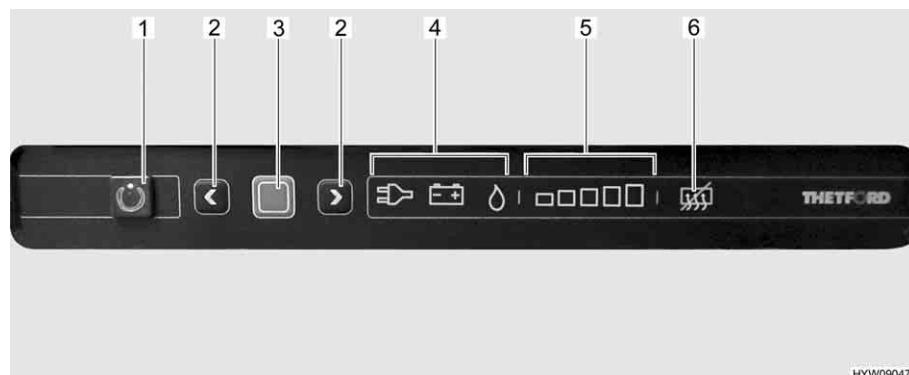

Fig. 65 Elementi di comando del frigorifero
La modalità di funzionamento attuale è indicata da un simbolo luminoso (Fig. 65,4) sulla centralina di controllo.
Dopo l'accensione il frigorifero seleziona automaticamente la regolazione del termostato selezionata per ultimo. Questa impostazione può essere modificata manualmente con i tasti freccia (Fig. 65,2). Le barre luminose dell'indicatore del livello di refrigerazione (Fig. 65,5) visualizzano la temperatura selezionata sul termostato. Con i tasti freccia viene regolata la temperatura di refrigerazione per tutti i tre tipi di energia. Ci vogliono alcune ore prima che il frigorifero raggiunga la temperatura normale di esercizio. Cambiando la modalità di funzionamento la regolazione del termostato non viene modificata. La temperatura di refrigerazione è indipendente dal tipo di energia utilizzata.
- Premere il tasto On/Off (Fig. 65,1) per 1 secondo. Il tasto (Fig. 65,1) si illumina di verde. Dopo circa 10 secondi, l'indicatore viene attenuato per risparmiare energia.
- Premere il tasto di conferma (Fig. 65,3). L'impostazione attuale della modalità di funzionamento viene visualizzata.
- Se non è impostata la modalità di funzionamento a gas: Per modificare l'impostazione, premere il tasto di conferma (Fig. 65,3) per circa 2 secondi.
- Selezionare la modalità di funzionamento a gas con i tasti freccia (Fig. 65,2). L'alimentazione del gas è ora aperta. L'accensione avviene automaticamente. È udibile un ticchettio fino a quando procedura di accensione non è stata portata a termine.
- Premere il tasto di conferma (Fig. 65,3) per circa 2 secondi.
- Premere nuovamente il tasto di conferma (Fig. 65,3). Il livello di refrigerazione attuale viene indicato dalle barre luminose (Fig. 65,5).
- Per modificare l'impostazione, premere i tasti freccia (Fig. 65,2) fino a visualizzare l'impostazione desiderata.
- Premere il tasto On/Off (Fig. 65,1) per circa 2 secondi. Tutte le spie si spengono. Il frigorifero è spento.
- Se non è impostata la modalità di funzionamento 230 V: Per modificare l'impostazione, premere il tasto di conferma (Fig. 65,3) per circa 2 secondi.
- Selezionare la modalità di funzionamento 230 V con i tasti freccia (Fig. 65,2).
- Se non è impostata la modalità di funzionamento 12 V: Per modificare l'impostazione, premere il tasto di conferma (Fig. 65,3) per circa 2 secondi.
- Selezionare la modalità di funzionamento 12 V con i tasti freccia (Fig. 65,2).
**Spegnimento:** ■ Premere contemporaneamente entrambi i tasti freccia (Fig. 65,2) e tenerli premuti per 2 secondi. Il simbolo di disattivazione della funzione anti-condensa (Fig. 65,6) si illumina.
**Accensione:** ■ Premere di nuovo contemporaneamente entrambi i tasti freccia (Fig. 65,2) e tenerli premuti per 2 secondi. Il simbolo di disattivazione della funzione anti-condensa (Fig. 65,6) si spegne.